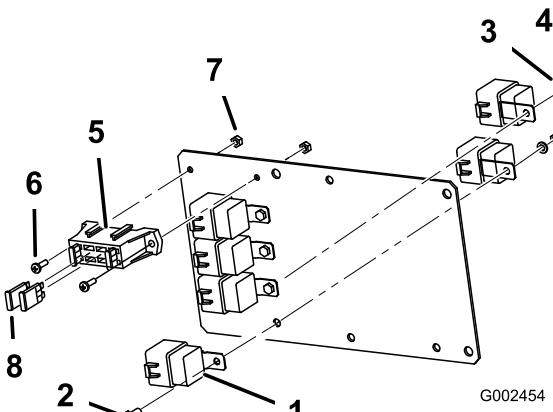

Figura 7
1. Fissate 6 relè alla piastra di appoggio (Figura 7) mediante 4 bulloni (1/4 x 5/8 poll.), 4 rondelle di bloccaggio (1/4 pollice) e 4 dadi (1/4 pollice). Quattro relè possono essere montati sul lato anteriore della piastra, mentre due vanno montati sul lato posteriore. I due relè montati sul lato posteriore della piastra condivideranno gli elementi di fissaggio con i relè montati sul lato anteriore, in corrispondenza degli stessi fori
2. Fissate l'estremità del portafusibili del cablaggio alla piastra di appoggio (Figura 7) con 2 viti (n. 10) e 2 dadi (n. 10).
4. Montate due interruttori termici (30 A) negli slot mediani aperti del portafusibili sulla piastra di appoggio dell'UCE (Figura 7).